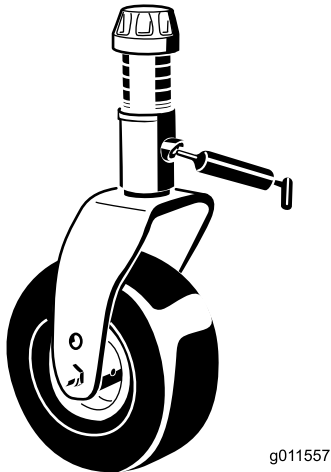

Bild 18
- Laufradgabel-Büchsen (2)(Bild 18)